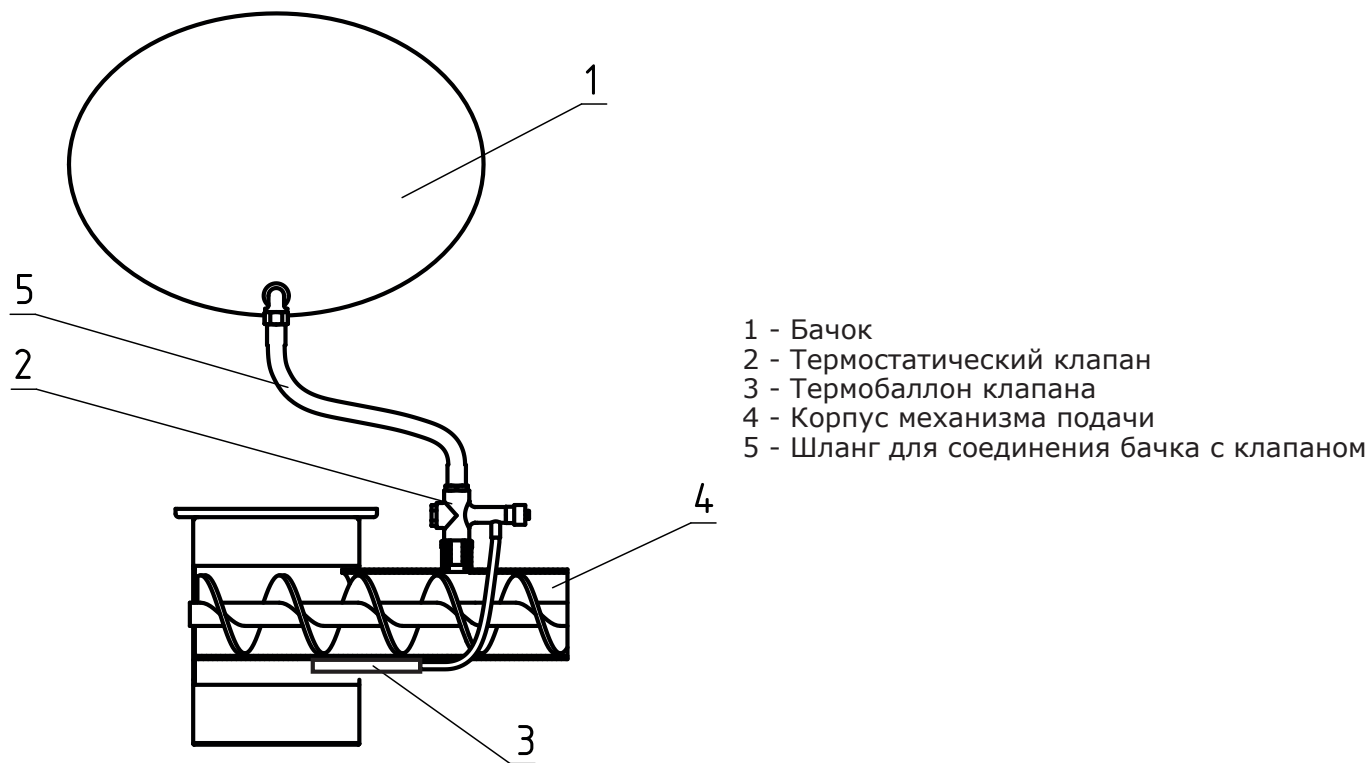

Рис.6 Система охлаждения топливопровода
5.5. Система охлаждения топливопровода (Рис.6) состоит из бака для воды (Рис.6, поз.1), термостатического клапана (Рис.6, поз.2) к которому подключается шланг (Рис.6, поз.5), ведущий к бачку с водой. Термостатический клапан имеет термобаллон (Рис.6, поз.3), который устанавливается в специальную гильзу на механизме подачи топлива. При нагреве газ внутри баллона расширяется и открывает клапан, через который вода из бачка поступает в механизм подачи. Перед установкой системы охлаждения топливопровода произвести демонтаж бункера.